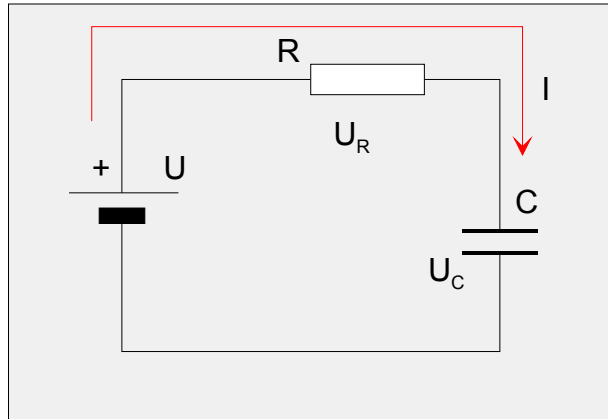

Figura 1. Circuit RC.
- Se execută montajul experimental conform schemei din figura 1 (atenție la polaritatea condensatorului electrolitic), iar voltmetrul se poziționează în paralel cu rezistența.